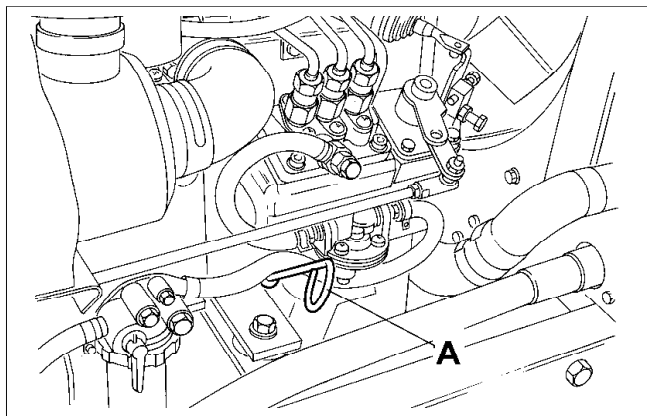
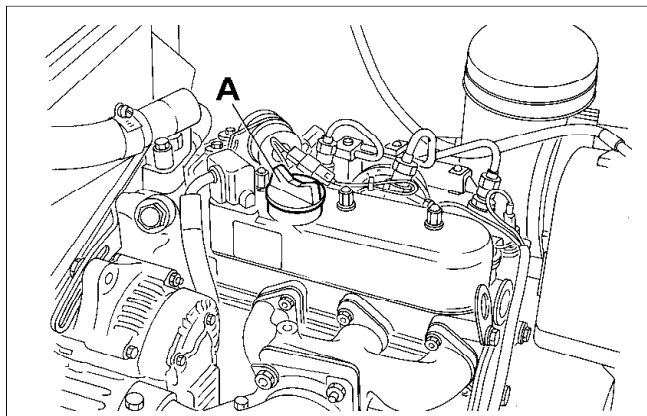

Fig.24
Fig.25
Tag oliepinde (A Fig. 24) op, og kontrollér, at der er olie op til det korrekte niveau, som er angivet. Fyld om nødvendigt ny olie på gennem påfyldningshullet (A Fig. 25) øverst på ventilvippearmskassen.
- Fjern påfyldningsdækslet (A Fig. 25), og fyld ny olie på op til det maksimale niveau, der er angivet på oliepinde (A Fig. 24). Kapaciteten er 3,2 liter.
Ta ut mätstickan (A fig. 24) och kontrollera att oljan når upp till angiven nivå. Fyll vid behov på med färsk olja genom påfyllningshålet (A fig. 25) upptill på vippkåpan.
- Ta bort locket (A fig. 25) och fyll på med färsk olja till maxnivån på mätstickan (A fig. 25). Kapacitet 3,2 liter.